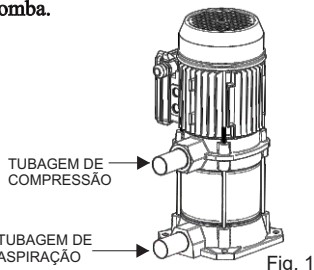

Fig. 1
- A tubagem de aspiração (Fig.1) deve ter um diâmetro igual ou superior ao orifício de entrada da bomba, conservando uma inclinação ascendente de pelo menos 2%, para facilitar a purga.
- Procure que a tubagem de compressão (Fig. 1) tenha um diâmetro igual ou superior ao orifício de saída da bomba.